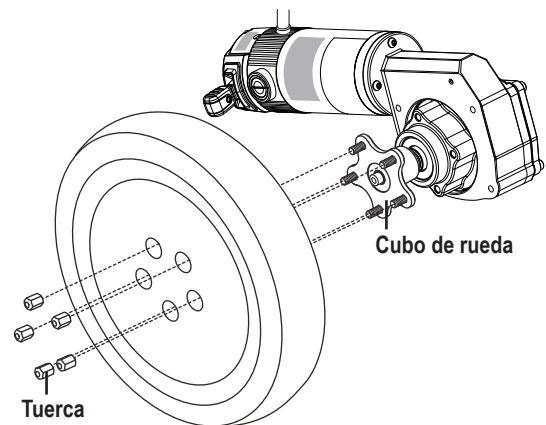

Figura 9. Rueda motriz del Serie de Quantum 4Front
4. Retire las cinco tuercas de la rueda motriz del cubo. Ver figura 9.